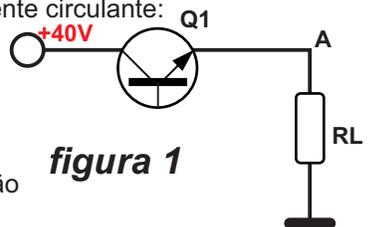

figura 1
- 18)** Considerando a figura 1, caso tenhamos $Q1 = 200$ ohms e R_L com 200 ohms, qual será a tensão de saída (ponto A) e qual a corrente circulante:
- 19)** Considerando a figura 1, caso tenhamos $Q1 = 20$ ohms e R_L com 20 ohms, qual será a tensão de saída (ponto A) e qual a corrente circulante:
- 20)** Considerando a figura 1, caso tenhamos $Q1 = 180$ ohms e R_L com 20 ohms, qual será a tensão de saída (ponto A) e qual a corrente circulante:
21) Considerando a figura 1, caso tenhamos $Q1 = 20\ \text{ohms}$ e R_L com $180\ \text{ohms}$, qual será a tensão de saída (ponto A) e qual a corrente circulante:
22) Considerando a figura 1, caso tenhamos $Q1 = 2\ \text{ohms}$ e R_L com $18\ \text{ohms}$, qual será a tensão de saída (ponto A) e qual a corrente circulante:
23) Considerando a figura 1, caso tenhamos $Q1 = 1,8k\ \text{ohms}$ e R_L com $1,8\ \text{ohms}$, qual será a tensão de saída (ponto A) e qual a corrente circulante:
24) Considerando a figura 1, caso tenhamos $Q1 = 10M\ \text{ohms}$ e R_L com $10M\ \text{ohms}$, qual será a tensão de saída (ponto A) e qual a corrente circulante (multímetro com impedância de 100k):
25) Considerando a figura 1, caso tenhamos $Q1 = 10M\ \text{ohms}$ e R_L com $100M\ \text{ohms}$, qual será a tensão de saída (ponto A) e qual a corrente circulante (multímetro com impedância de 100k):